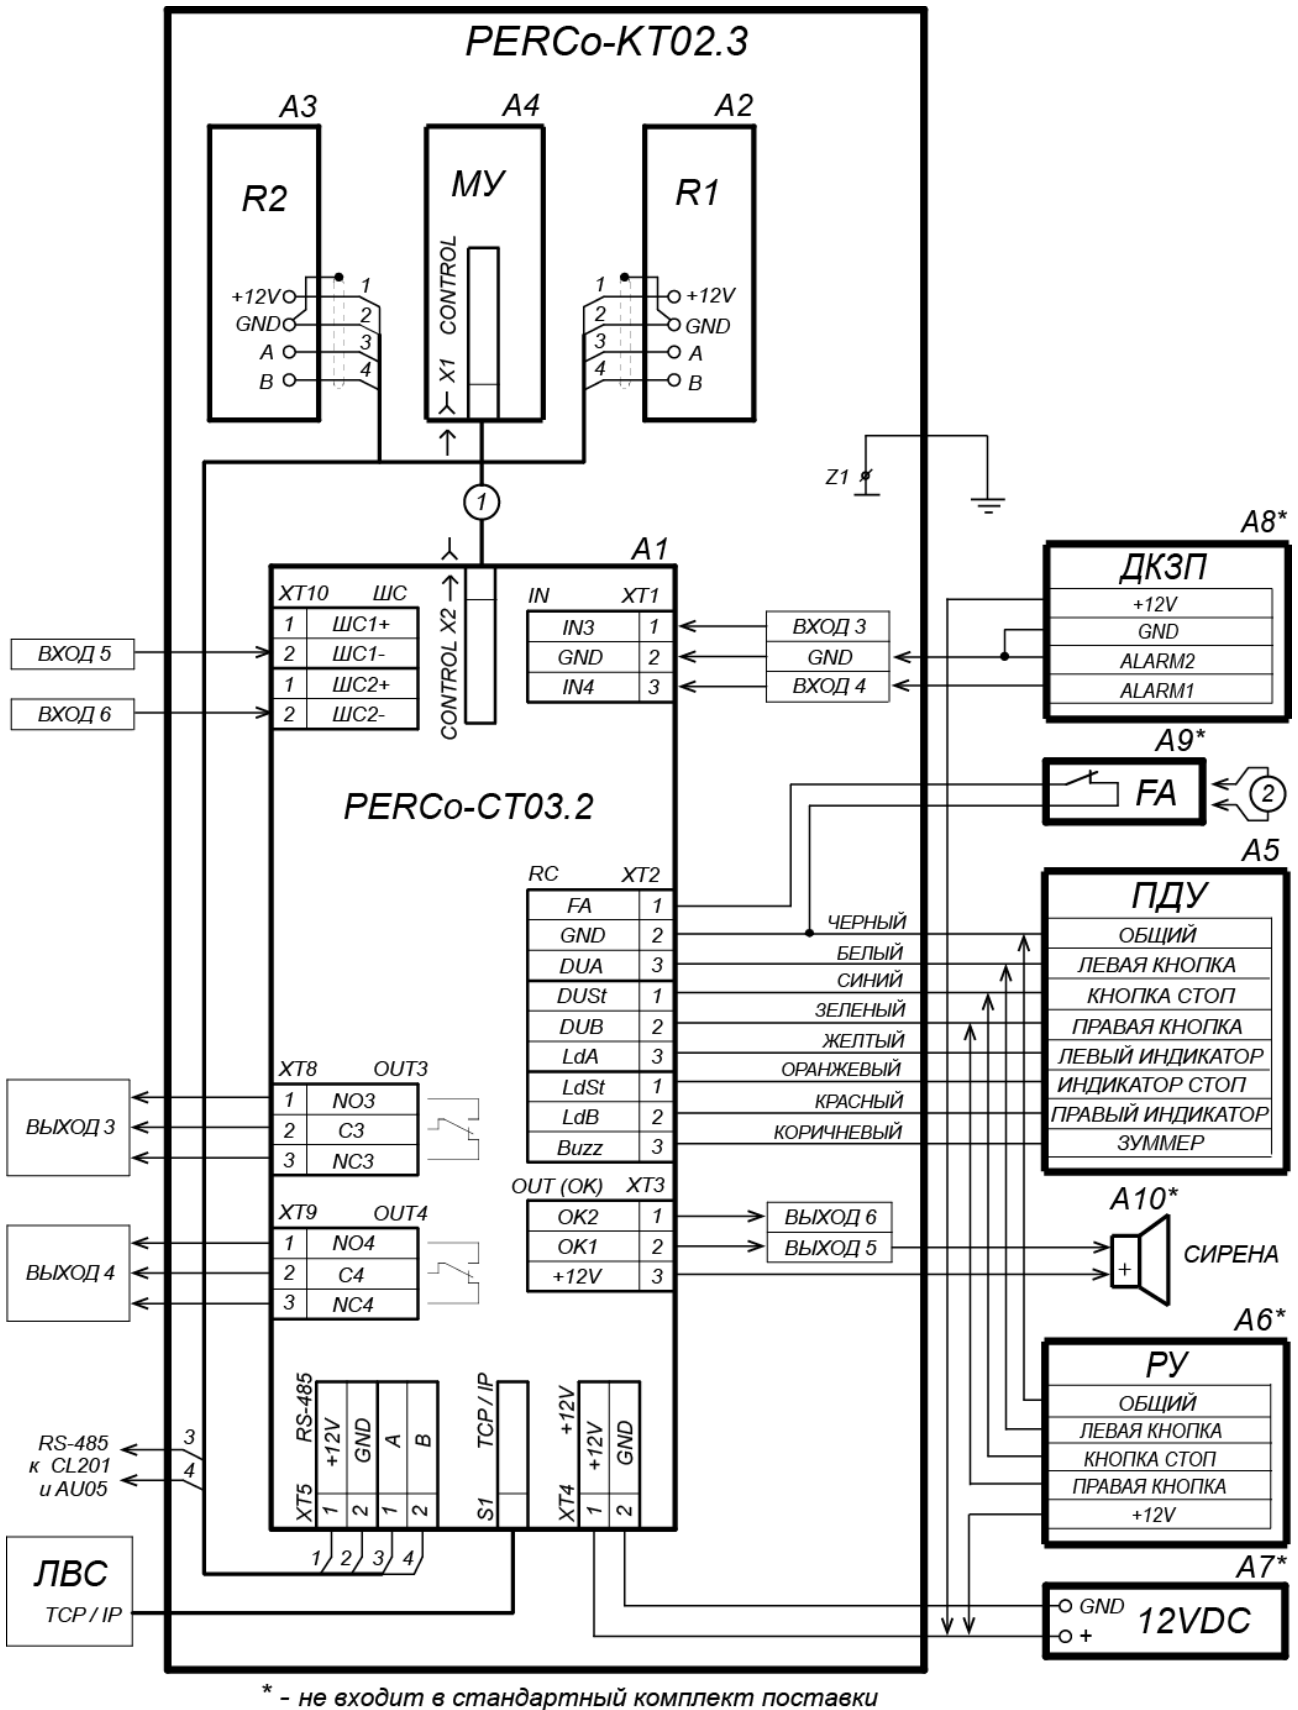

Рисунок 12. Схема подключения ЭП и дополнительного оборудования
Расположение клеммных колодок на нижней плате контроллера ЭП показано на рис. 5, назначение контактов клеммных колодок указано в табл. 1. Схема подключения приведена на рис. 12. Используемые при подключении типы кабелей указаны в табл. 4. При монтаже ЭП придерживайтесь следующей последовательности действий:
10. Подключите кабель питания (12) к клеммной колодке **ХТ4** на нижней плате контроллера согласно схеме, приведенной на рис. 12.
11. Подключите кабель (10) ПДУ (9) к клеммной колодке **ХТ2** согласно схеме, приведенной на рис. 12.
12. Подключите, при необходимости, кабели от других устройств к соответствующим клеммным колодкам нижней платы контроллера согласно схеме, приведенной на рис. 12.
позиционные обозначения A1-A4 и Z – указаны на рис.12